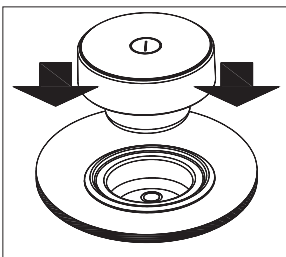

Figure 3
- 1 Insérez le bouton (2) dans son logement fonctionnel (voir figure 3).
- 2 Appuyez sur la touche tactile de mise en marche ①(1) pendant au moins une seconde. Le panneau de commande tactile est actif et visible. Lorsque une zone de cuisson est chaude, l'indicateur de puissance (4) affiche le symbole H.